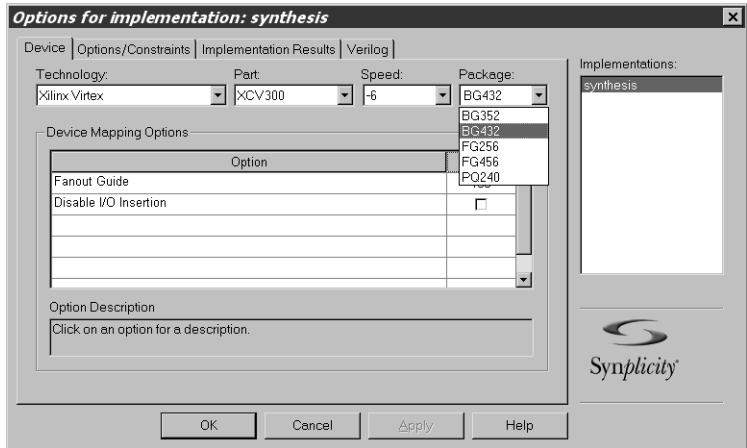

图 5-7: 实现选项: 器件
13. 单击 Change Target 以显示 Options for Implementation（实现选项）对话框，如图 5-7 所示。